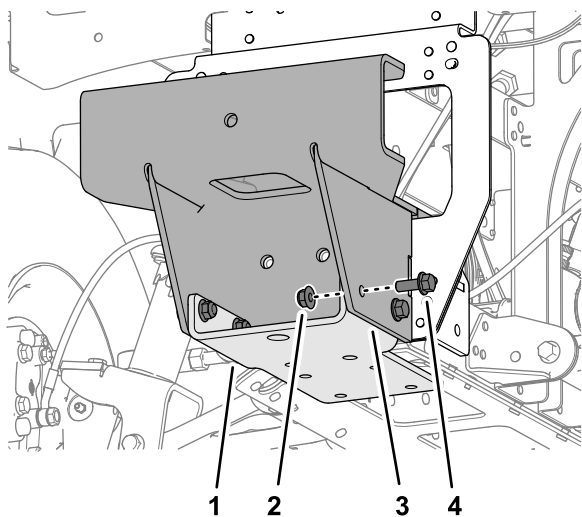

Figura 49
2. Monte sem apertar o suporte inferior na montagem do apanha-bolas (Figura 49) com 4 parafusos flangeados (3/8 x 1 pol.) e 4 porcas de bloqueio flangeadas (3/8 pol.).
- Retire os 4 parafusos flangeados ($\frac{3}{8}$ x 1 pol.), as 4 porcas de bloqueio flangeadas ($\frac{3}{8}$ pol.), e o suporte inferior da montagem do apanha-bolas (Figura 49).